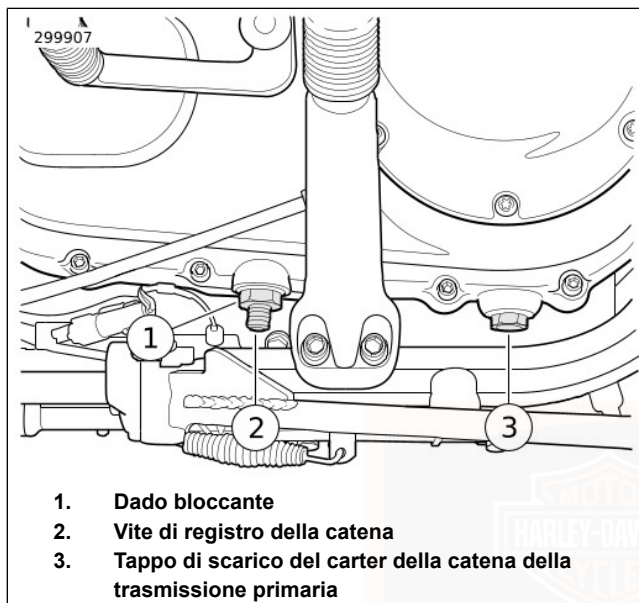

Figura 50. Registro della catena della trasmissione primaria: Modelli Sportster
1. Vedere Figura 50. Allentare il dado bloccante (1).
2. Girare in senso orario (verso l'interno) la vite di registro della catena (2) per ridurre il gioco libero o in senso antiorario (verso l'esterno) per aumentarlo. Il gioco libero deve rientrare nei limiti specificati. Fare riferimento a Tabella 36.